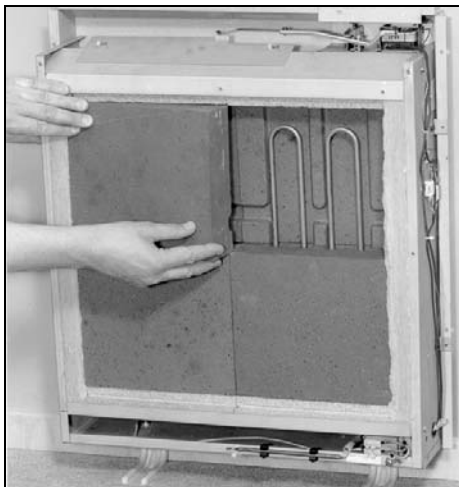

fig.20
- Achterste steenkolom compleet opbouwen. Buisverwarmingselementen weer terug plaatsen (fig.20).
Voorste steenkolom compleet opbouwen (fig.20).